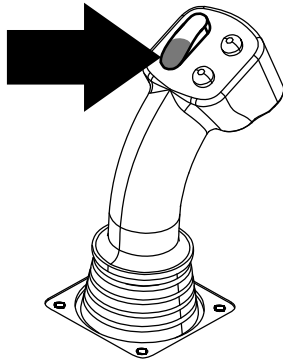

Figura 5
**Importante:** Asegúrese de mantener presionada del todo la sección inferior del interruptor basculante de la leva, en el joystick izquierdo, hasta completar la acción de cada paso (Figura 5).